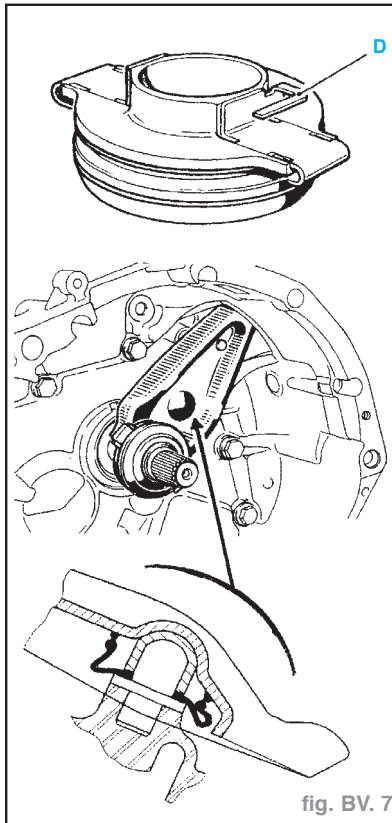

fig. BV. 7
- Vérifier le positionnement de la butée, encoche (D) engagée dans la fourchette (fig. BV. 7).